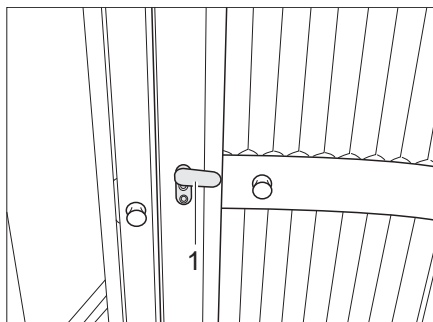

Bild 257 Vario-Toilette, Toiletten-Eingangstür
- Den Riegel (Bild 257,1) an der Toiletten-Eingangstür senkrecht stellen und das Innenteil der Toiletten-Eingangstür ausklappen.
- Das Innenteil zur Toiletten-Eingangstür drehen und zum Schließen den Riegel (Bild 257,1) waagrecht stellen.